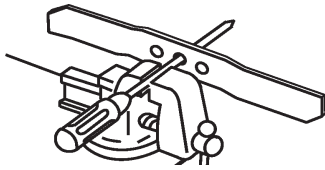

Figure 22
1. Vérifiez l'équilibre de la lame en enfilant le trou central sur un clou ou la tige d'un tournevis serré horizontalement dans un étau (Fig. 22).